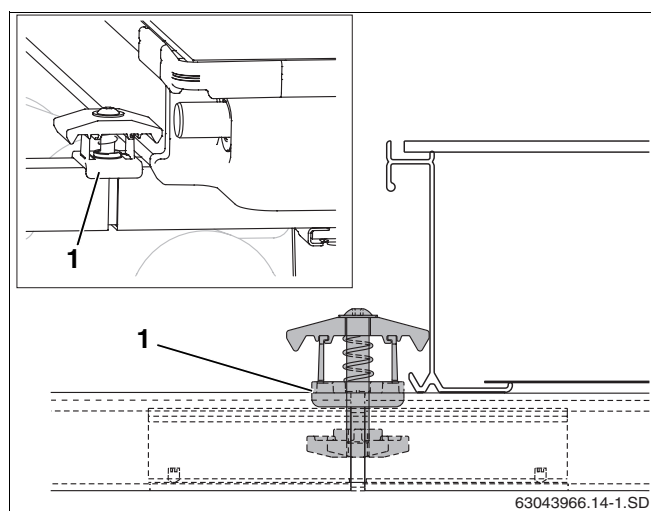

Fig. 43 Montaje del tensor bilateral del colector
- ▶ Coloque el tensor bilateral del colector con la tuerca hacia delante en la abertura del perfil guía y de la pieza de unión de tal forma que el distanciador de plástico (fig. 43, **pos. 1**) envuelva al perfil guía.